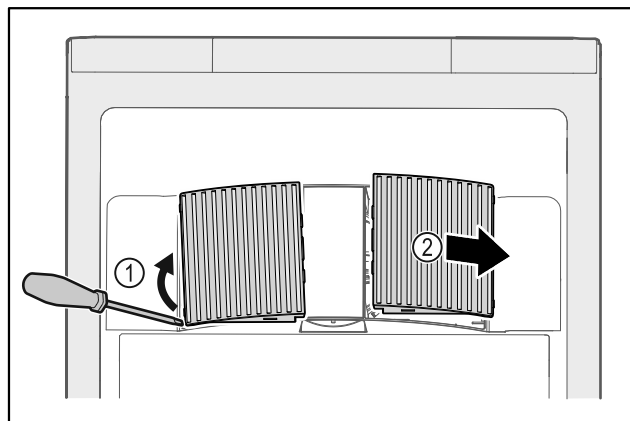

Fig. 58
- ▶ Izceliet uzmanīgi ventilatora pārsegu no sāniem Fig. 58 (1) un noņemiet uz priekšu Fig. 58 (2).